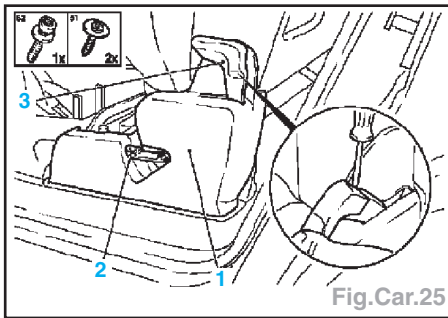

Fig.Car.25
- Pousser le levier de réglage (2) en longueur (3), le dégraffer et le sortir par le haut.
- Déposer le revêtement latéral de banquette (1) (Fig.Car.25).